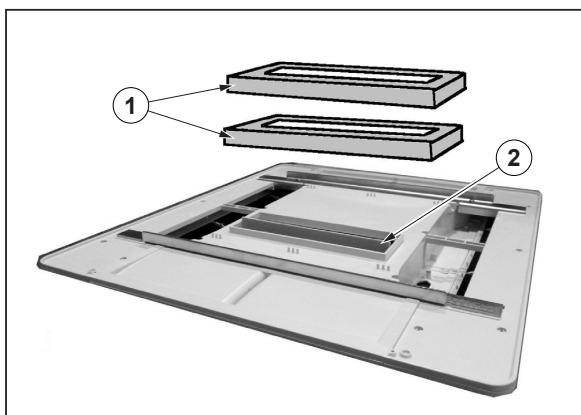

Fig. 12
Plaats de luchtverspreider horizontaal en breng afhankelijk van de dikte van het camperdak twee of meer verbindingsprofielen ("Fig. 12" ref. 1) op het profiel van het luchtinlaatmondstuk ("Fig. 12" ref. 2) aan. De profielen zijn voorzien van een plakzijde zodat de eerste vastgeplakt kan worden aan de luchtverspreider en de volgende aan de profielen eronder. De profielen dienen om het luchtinlaatmondstuk van de luchtverspreider met het luchtuitlaatmondstuk van de airconditioner te verbinden.